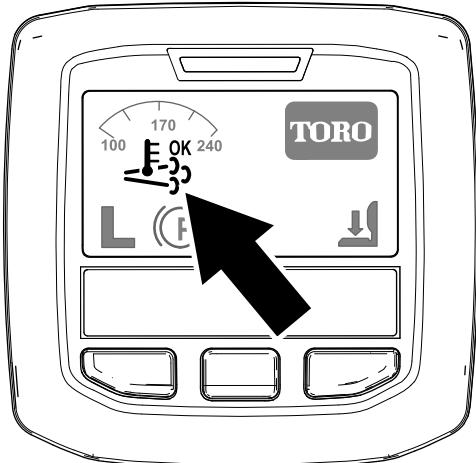

Bild 41
- Das Symbol für die unterstützte bzw. Rücksetzen-Regenerierung im InfoCenter angezeigt (Bild 41).